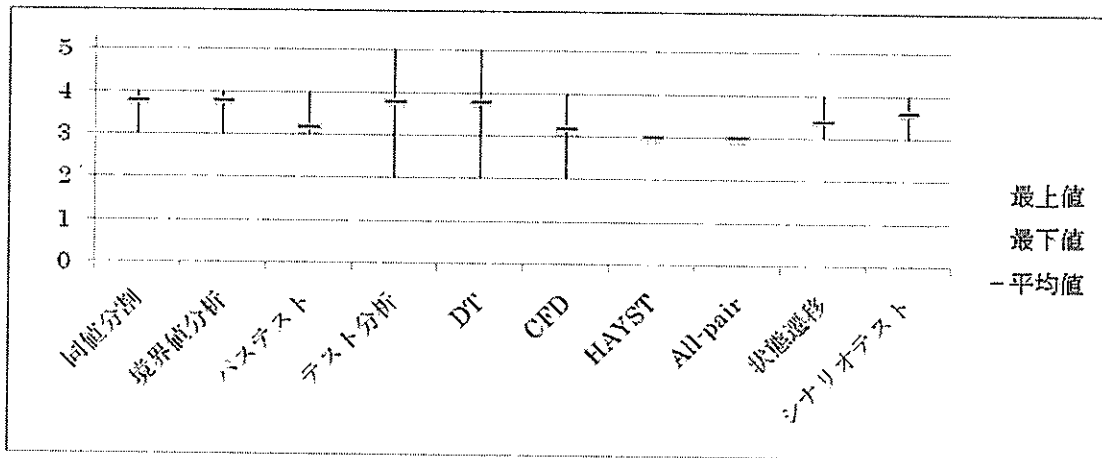

図2. 事後理解度のばらつき
- 3) 事後の平均理解度は3から4の間にある。テスト分析、デシジョンテーブルで個人差が大きい。初めて勉強する場合、演習例題の分野が自分の仕事と異なると、きっかけがうまくつかめないのではないかと思われる。例題を工夫する必要があると思われる（図2）。